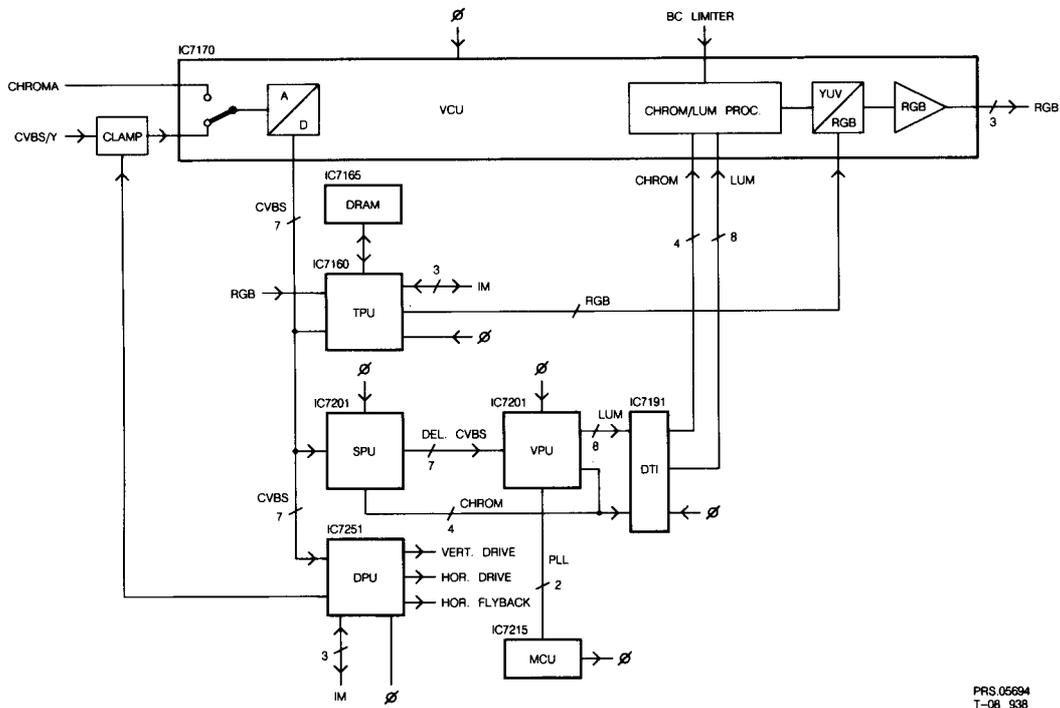

Fig. 7.1
7.1 Das Blockschaltbild (siehe Abb. 7.1)